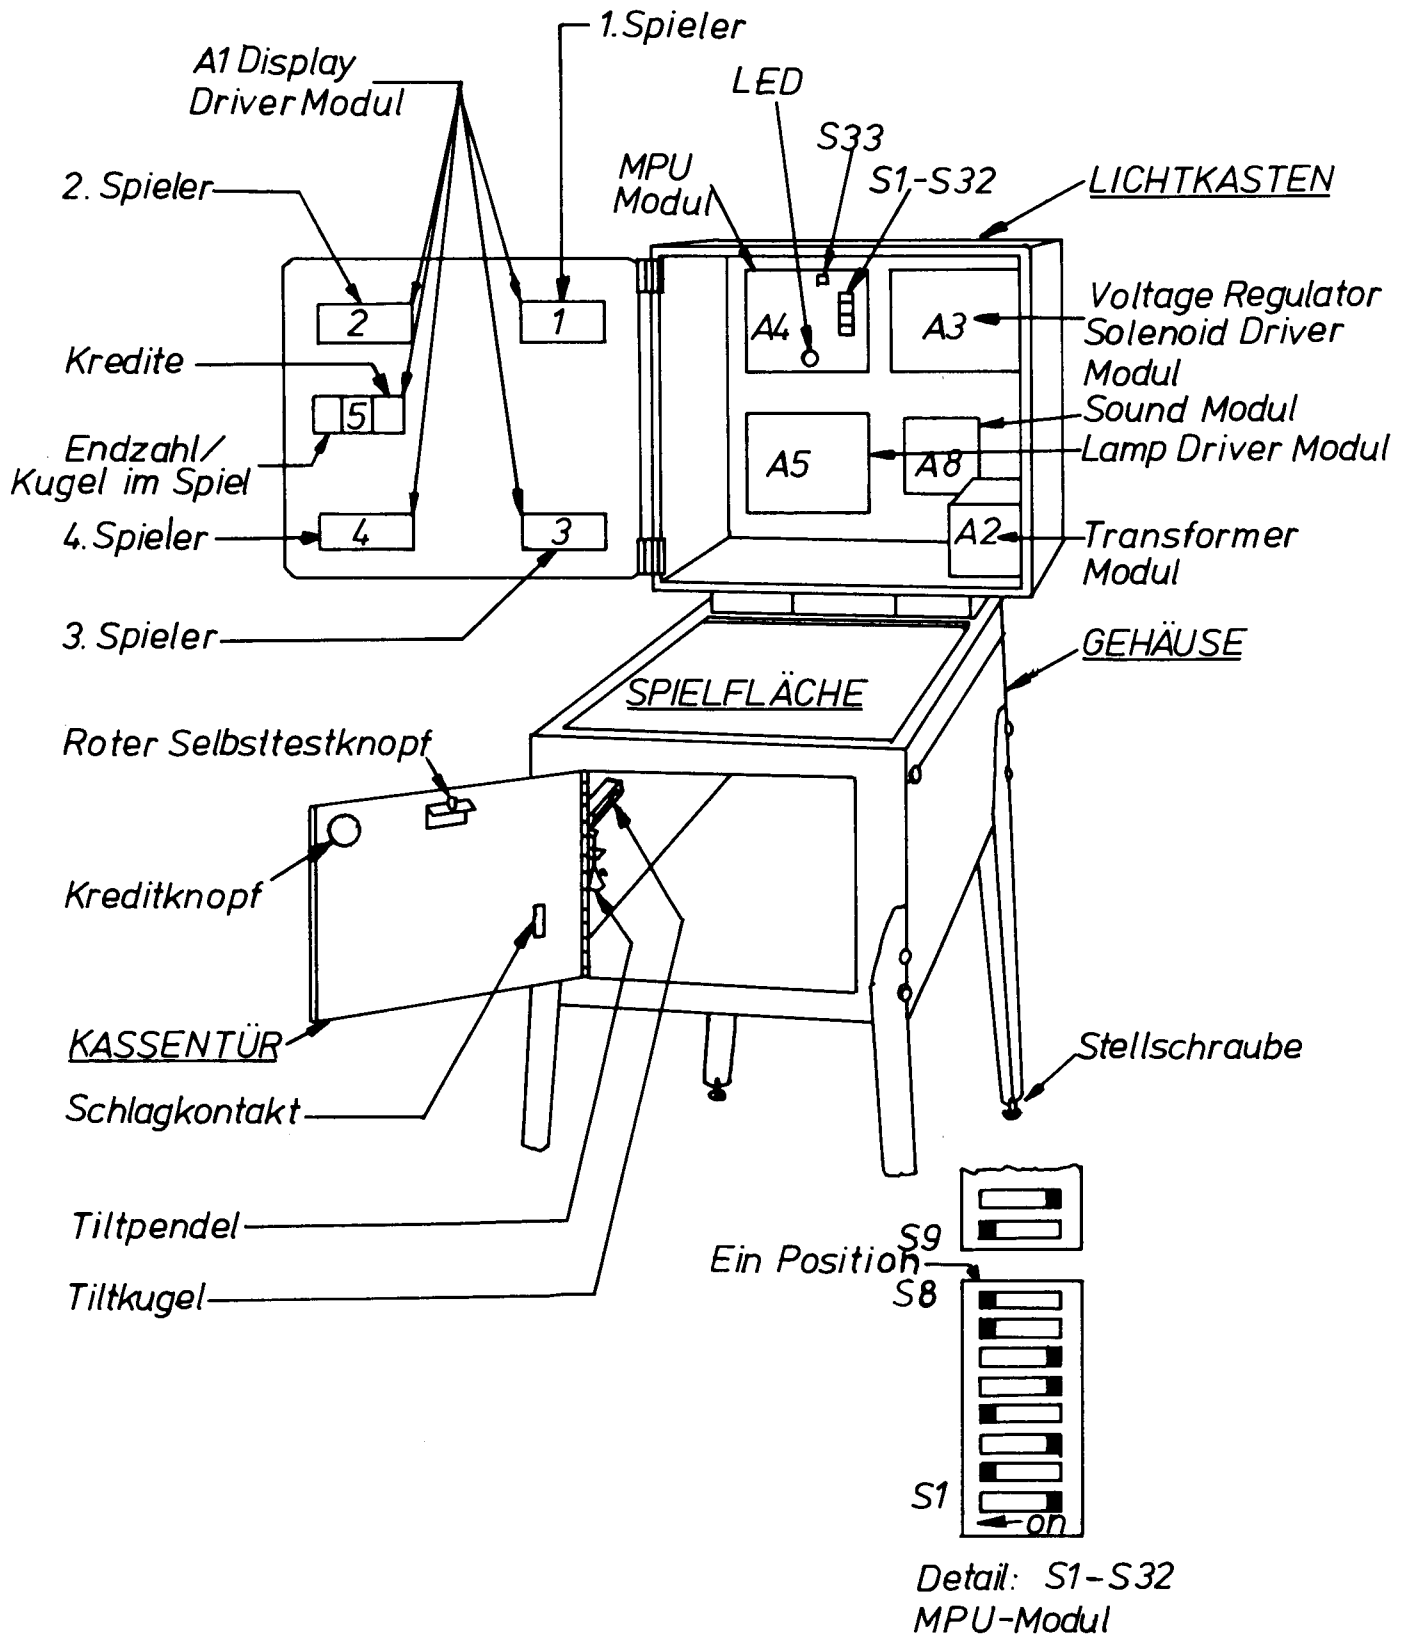

Abb. 2 Modullegeplan
* Kann durch Betätigen des Schalters S33 auf dem MPU-Modul auf "00" zurückgestellt werden. Siehe Abb. 2
Das Gerät zeigt die erste Buchführungsspeicherung an, wenn der rote Selbsttestknopf (siehe Abb. 2) an der Innenseite der Kassentür 10 mal gedrückt wird. Drücken Sie den Selbsttestknopf in Sekundenabständen. Die Zahl 05 erscheint in der Match/Ball in Play Anzeige. Die gespeicherten Kredite erscheinen auf den Ergebnisanzeigen. Jedes zusätzliche Drücken des Knopfes bewirkt, daß die nächste Speicherung angezeigt wird.
Nachdem die Daten jeder Buchführungsangabe notiert wurden, können diese durch Drücken des Schalters S 33 auf dem MPU-Modul A4 (siehe Abb. 2) oder durch Betätigen des 5 DM Münzschalters an der Kassentür auf Null zurückgestellt werden. Jede einzelne oder alle Buchführungsangaben können durch abwechselndes Drücken des Selbsttestknopfes und des Schalters S 33 auf dem MPU-Modul oder des 5 DM Münzschalters gelöscht werden. Der Aufsteller hat die Möglichkeit, diese Bequemlichkeit ganz nach seinen Wünschen zu benutzen oder auch nicht.
Jedes Gerät besitzt 32 Schalter, die sich auf dem MPU-Modul A4 im Lichtkasten befinden, und die es ermöglichen, das Gerät nach den Erfordernissen jedes Aufstellplatzes einzustellen. Siehe Abb. 2 . Kredite pro Münze, Höchst-krediteinstellung, Kreditanzeige, Kugeln pro Spiel, Match Feature, Freispiele, besondere Prämien (Special) und die Melodie sind mit Hilfe dieser Schalter einstellbar. Die Schalter befinden sich in 4 Bauteilen mit jeweils 16 Anschlüssen und sind zur leichteren Erkennung wie folgt nummeriert: S1 - 8, S9 - 16, S17 - 24 und S25 - 32. Die "Ein" Kippstellung ist auf dem Bauteil mit "On" markiert. Schalten Sie den Strom ab, bevor Sie irgendwelche Einstellungen vornehmen.